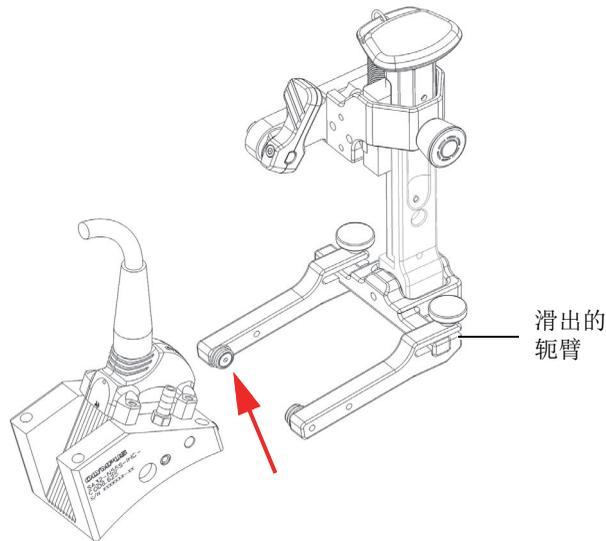

图 2-19 使楔块枢轴孔与轭臂上的按钮对齐
3. 要重新安装探头/楔块组装件，需将楔块的枢轴孔与未滑出的轭臂上的按钮对齐（参见第55页的图 2-19）。